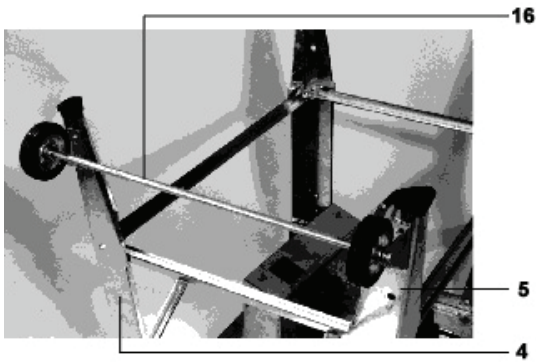

Afb. 7
- De onderdelen 8 en 9 moeten met het onderdeel 11 verbonden zijn (zie afb. 7). Hiervoor zijn vier M6x16 zeskantschroeven, vier M6 onderlegschilden en vier M6 moeren benodigd. De schroeven mogen niet te vast aangedraaid worden.